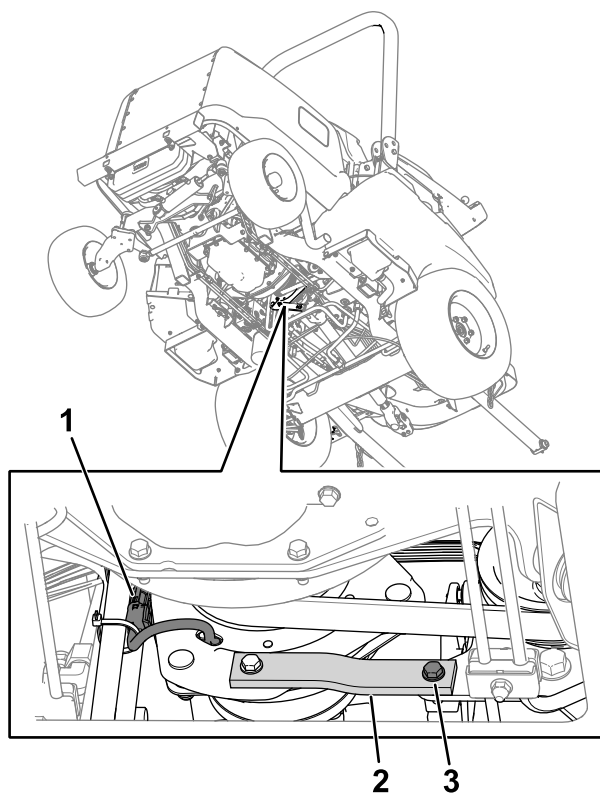

Bild 76
2. Ziehen Sie den Anschluss des Kabelbaums der Kupplung vom Maschinen-Kabelbaum ab (Bild 76).
3. Entfernen Sie die Schraube, Unterlegscheibe und Mutter vom Gummiband (**Bild 76**) am Rahmen.